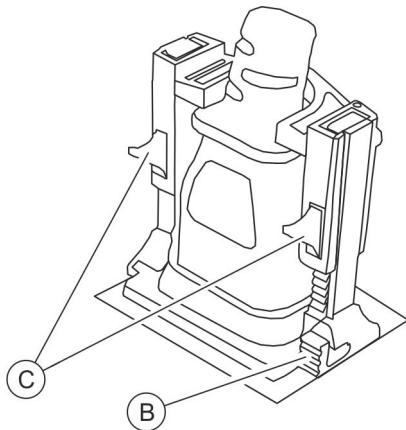

Fig. 17: Colocar la horquilla de bloqueo
3. Monte desde arriba la horquilla de bloqueo para fijar el enchufe macho (Fig. 17).
Para soltar el enchufe pueden soltarse la horquilla de bloqueo o los soportes por medio de las palancas de desbloqueo (Fig. 17/ⓑ y ⓒ).